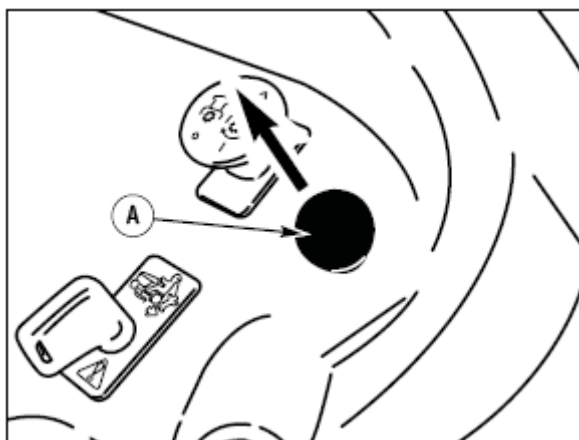

Рис. 12:
2. Вытяните ручку круиз-контроля (рис. 12). Отпустите педаль. Машина продолжит движение с заданной скоростью.